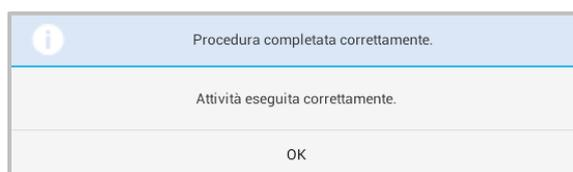

Figura 85: Tablet Xesar - Procedura completata correttamente
- Se l'inserimento è corretto, viene visualizzato un apposito messaggio (Figura 85: Tablet Xesar - Procedura completata correttamente).